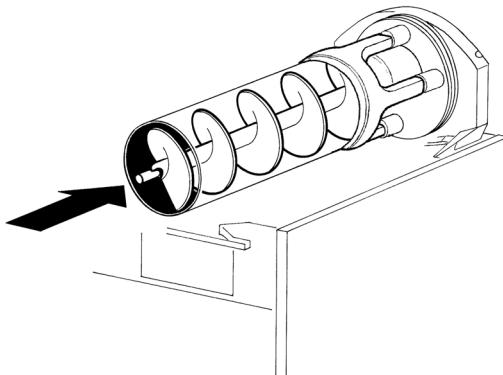

figura 13
- Enfilar el rascador interior en el evaporador, acompañándolo con cuidado, evitando tocar la pared posterior (ver figura 13).